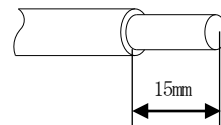

図 3
- 剥き線長は 15mm (図 3)。電線の先端が、突き当たるまでケーブル導入孔に入れてください。